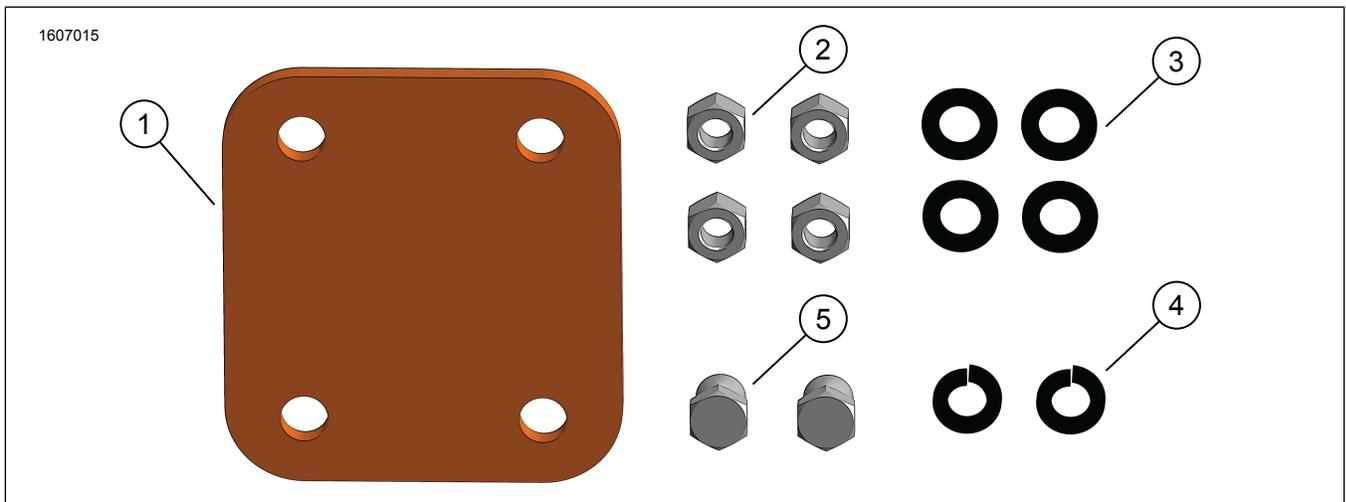
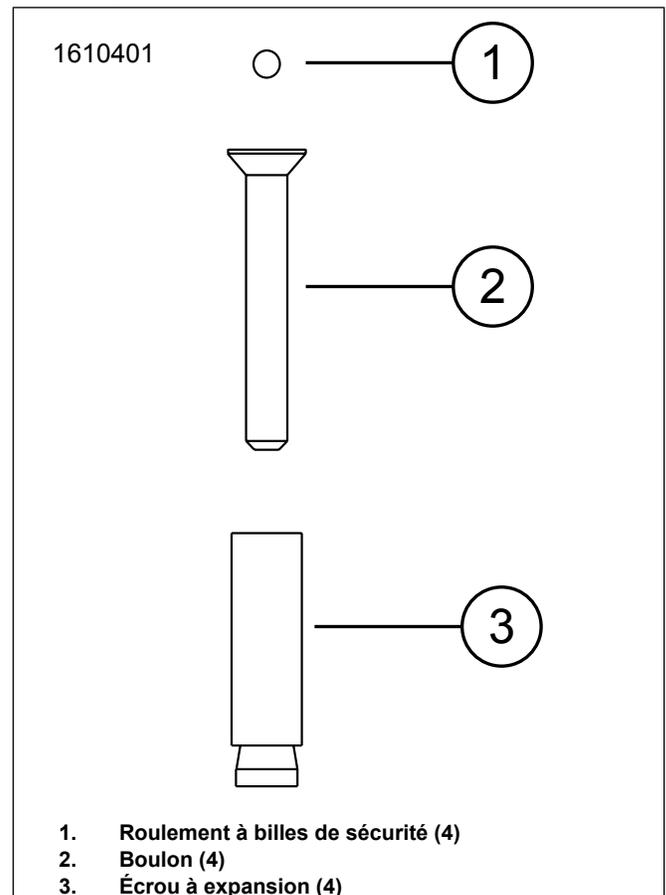
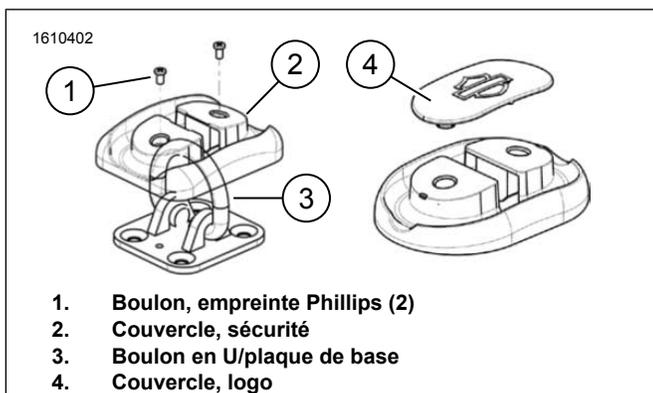

Figure 1. Contenu du kit : Kit installation d'une ancre de sécurité
Figure 5. Roulement à billes de sécurité renforcé
Figure 6. Installation de l'ancre de sécurité
1. Voir la figure 6. Retirez le couvercle (4) en plaçant un tournevis à tête plate sous la fente lentement (des deux côtés) jusqu'à ce qu'il s'ouvre.
2. Tracez le contour de la plaque de base (3) et le point central d'un trou avec un marqueur à l'emplacement souhaité.
3. Voir la figure 1. Prenez la plaque de montage (1) et vérifiez sous le véhicule ou la remorque pour vous assurer qu'elle n'interfère pas avec des conduites de gaz ou des lignes électriques.
4. Voir la figure 1. Revérifiez pour vous assurer que la plaque de montage (1) n'est pas obstruée en dessous.
6. Voir la figure 6. Placez la plaque de base (3) sur la marque tracée plus tôt.
19. Voir la figure 5. Installez le roulement à billes de sécurité (1) dans le haut de la cavité u boulon à tête hexagonale (2).
- a. Avec un marteau, tapez sur les écrous à expansion (3) aussi loin que possible.
20. Répétez l'étape (19) pour les trois boulons restants.
21. Voir la figure 6. Installez le couvercle (2) au-dessus du boulon en U (3) de la plaque de base.
22. Voir la figure 6. Installez les boulons (1). Serrer jusqu'à immobilisation.
23. Voir la figure 6. Installez le couvercle (4) et les bouchons dans les trous ouverts.